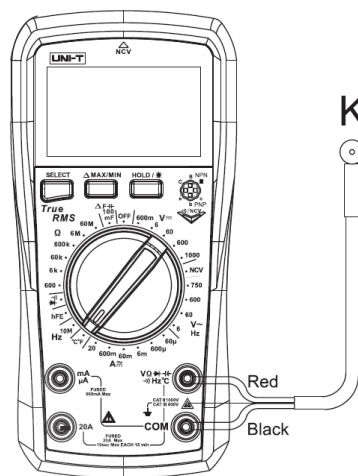

Рисунок 8
8. Измерение температуры (только UT890C) (Рис.8)